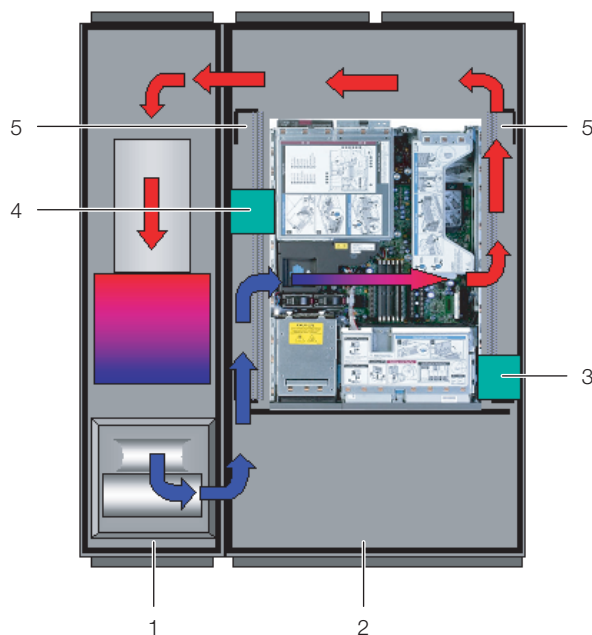

Рис. 15: Расположение поролоновых полосок у приборов с боковой вентиляцией (вид сверху) – LCP Rack DX
- Если в серверном шкафу установлено несколько приборов с боковой вентиляцией, создайте соответствующее количество выемок в поролоновой полоске, чтобы на уровне каждого прибора с левой и правой стороны серверной стойки имелись выемки в поролоновой полоске. Обратите внимание на то, чтобы со стороны теплого воздуха не было никаких выемок (рис. 15, поз. 3).
- Закрепите эти отрезки со смещением назад относительно стороны холодного воздуха приборов (рис. 15, поз. 4). Необходимо установить полоски таким образом, чтобы все вентиляторы приборов
Поролоновые полоски могут быть установлены между передней и задней опорой серверной стойки по всей глубине приборов с боковой вентиляцией (рис. 15, поз. 5).